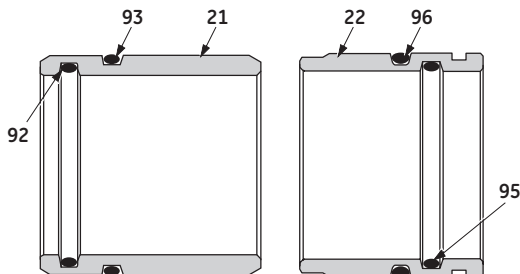

Figure 4 - Disposition avec joint torique en option
- B. Desserrer l'écrou de blocage (46) puis retirer la chape (35) et l'écrou de blocage (46).
- C. Desserrer et retirer la vis (41) puis retirer le boîtier de diaphragme (42) et le diaphragme (40).
- D. Au moyen d'une clé à douille profonde, desserrer et retirer l'écrou de blocage (45) et la rondelle (44).
- E. Retirer le piston (43) et le ressort (39) et contrôler toutes les pièces
8.3 Corps de la vanne (se reporter aux figures 4 et 16)
- E. Les éléments qui doivent venir avec l'arbre (19) sont : le presse-étoupe (17), la bague de presse-étoupe (23 ou 100), l'entretoise (20) et le guide de tige supérieur (21).
Remarque : L'entretoise (20) et le guide de tige supérieur (21) risquent de rester clans le corps. Il faut les extraire. L'entretoise (20) ne peut être extraite qu'en la dégagant à travers l'extrémité du chapeau et du corps. Le guide de tige supérieur (21) peut être dégagé dans le corps après l'extraction de l'obturateur, ou encore il est possible de le tirer à travers l'extrémité du chapeau du corps. Sur les vannes conçues pour être utilisées avec des matières boueuses ou visqueuses, le guide de tige supérieur porte un joint torique intérieur (92) et un joint torique extérieur (93) et le guide de tige inférieur porte un joint torique intérieur (95) et un joint torique extérieur (96) (voir figure 4).